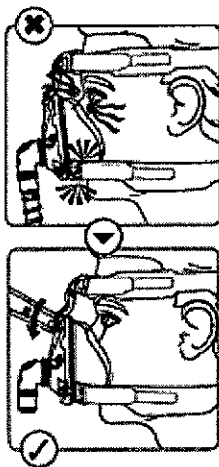

Figura 8
- Si hay fugas en torno al puente nasal o hacia los ojos, apriete suavemente los brazos del StabilitySelector y ajuste a una posición más baja (Figura 8).